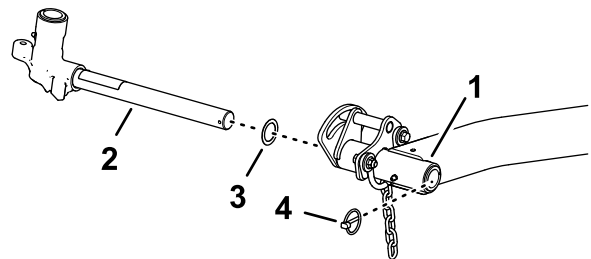

Bild 28
1. Nehmen Sie den Klapstecker und die Scheibe ab, mit denen die Gelenkwelle des Hubarms am Hubarm befestigt ist. Schieben Sie die Gelenkwelle des Hubarms aus dem Hubarm (Bild 28).